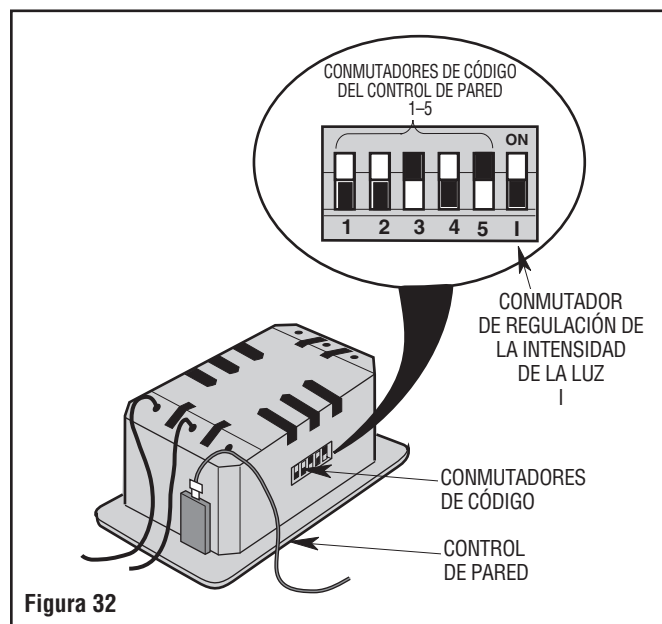

Figura 32
El control de pared tiene conmutadores de código que se deben ajustar en una de las 32 combinaciones posibles de códigos (Figura 32). Las cinco palancas (numeradas 1, 2, 3, 4 y 5) ubicadas en los conmutadores están ajustadas de fábrica en la posición de encendido (ON) (hacia arriba). Cambie los ajustes de los conmutadores de la siguiente manera: